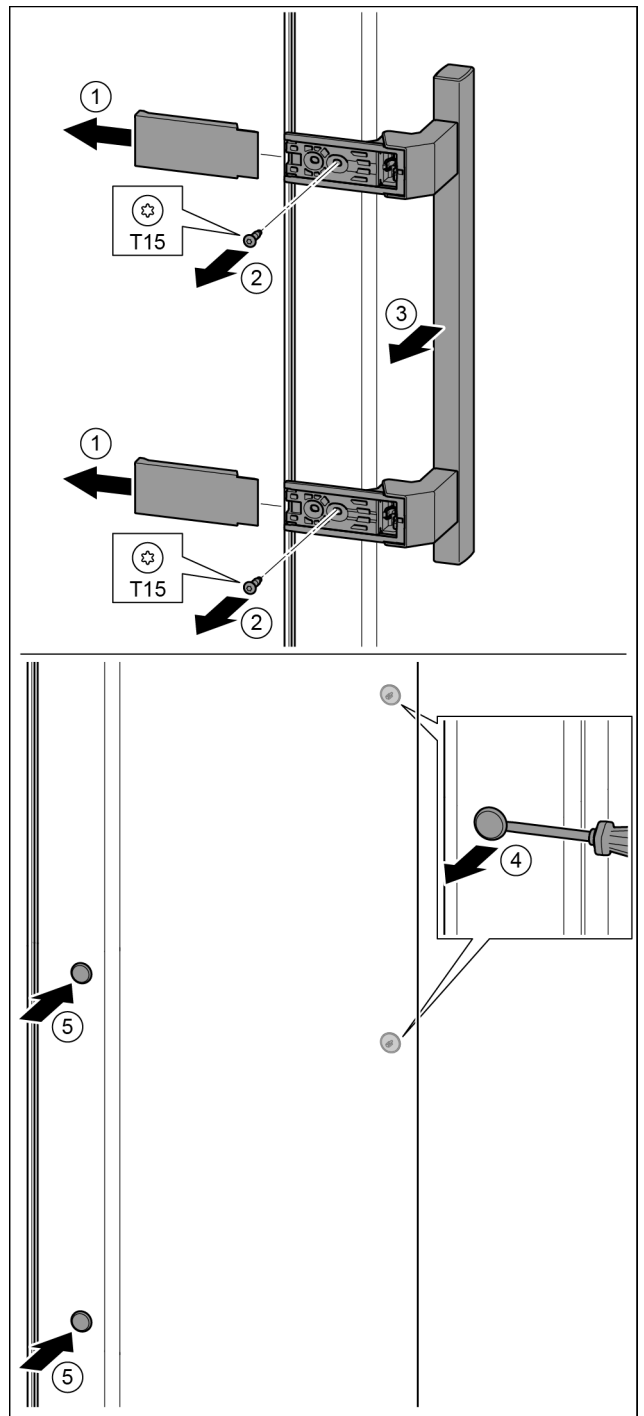

Fig. 36
- ▶ Retire la cubierta. Fig. 36 (1)
- ▶ Desenrosque los tornillos con el destornillador T15. Fig. 36 (2)
- ▶ Retire el tirador. Fig. 36 (3)
- ▶ Levante cuidadosamente el tapón lateral con un destornillador para tornillos de cabeza ranurada y extráigalo. Fig. 36 (4)
- ▶ Vuelva a colocar el tapón en el otro lado. Fig. 36 (5)